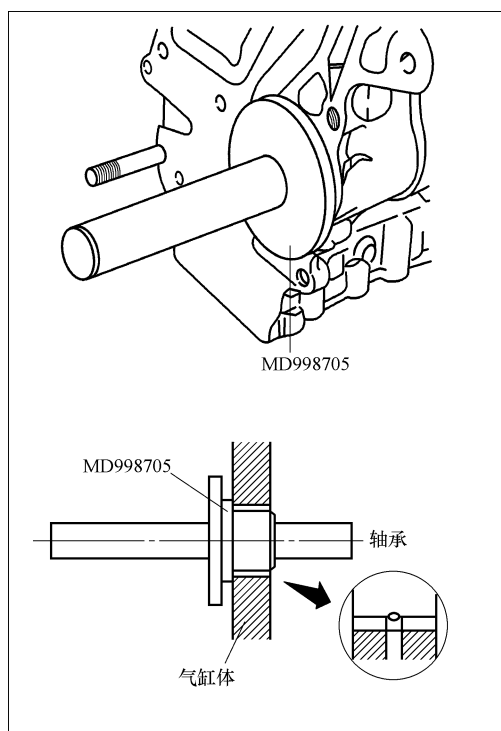

图 2-96 安装前轴承
3) 安装平衡轴的前轴承。如图 2-96 所示，用专用工具安装前轴承。